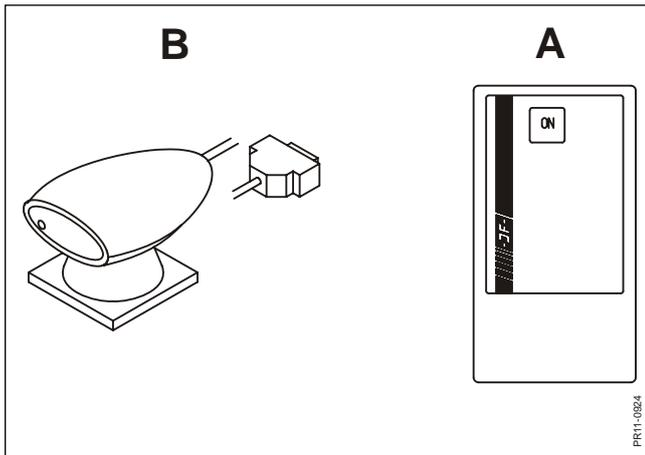

Fig. 7.6
**Fig. 7.6** Este menú le permite enviar y recibir datos con PROFEED. Para esto, debe Ud. disponer de un Terminal Portátil Infra-Rojo de JF (A) y un Receptor/Transmisor Infra-Rojo (B), el cual se conecta a su PC. El equipo hace posible la transferencia de forraje no existente al PROFEED sistema. Para pedir estos equipos, ver los números de repuesto en la lista de repuestos.